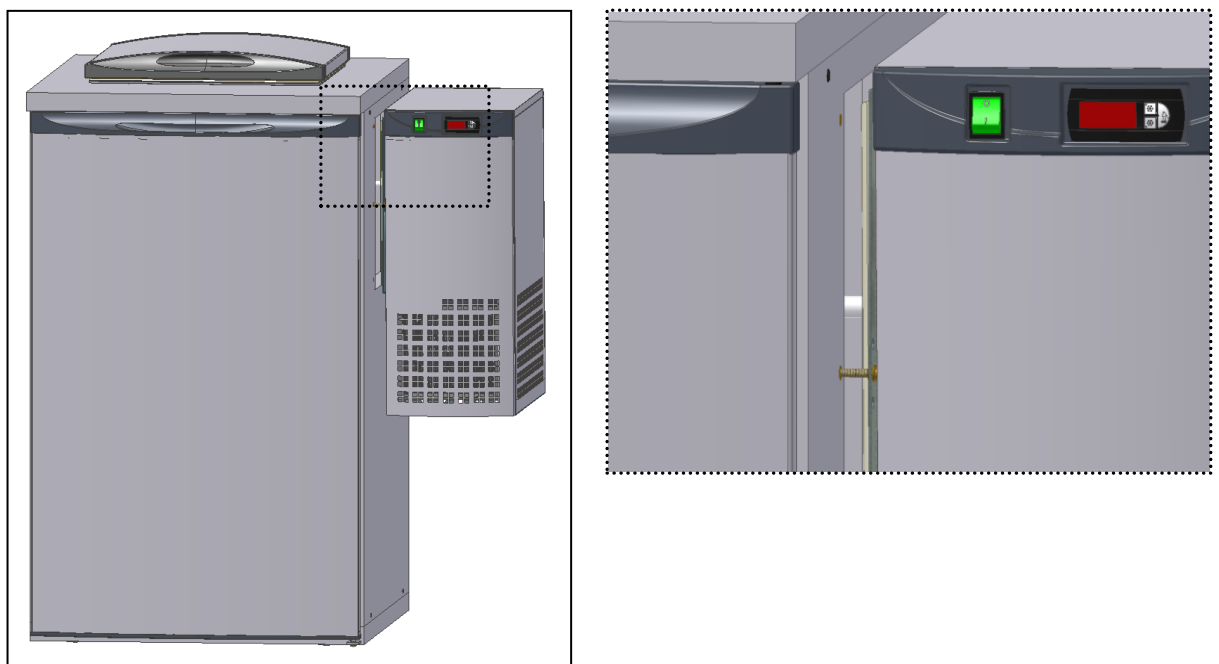

Fig. 13
- Colocar **V6** no rasgo do painel lateral direito, encaixando os pernos nos furos (Fig. 13);